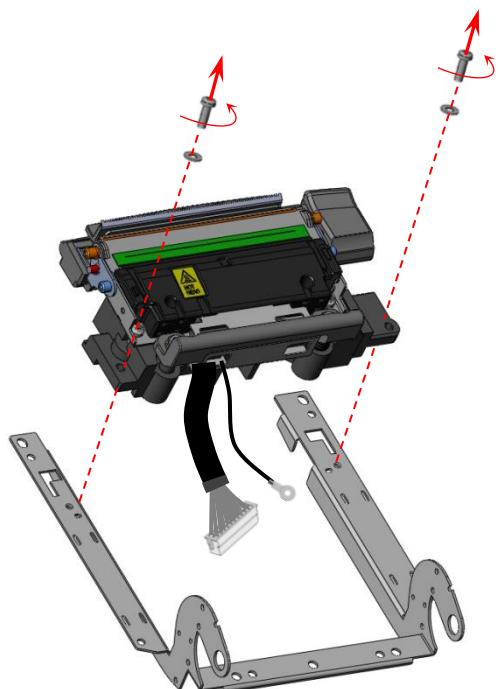

Рисунок 22. Отделение ТПГ с основанием и рычагом натяжения от металлического рычага
- 7 Прикрепить сборку к металлическому рычагу (рисунок 22).